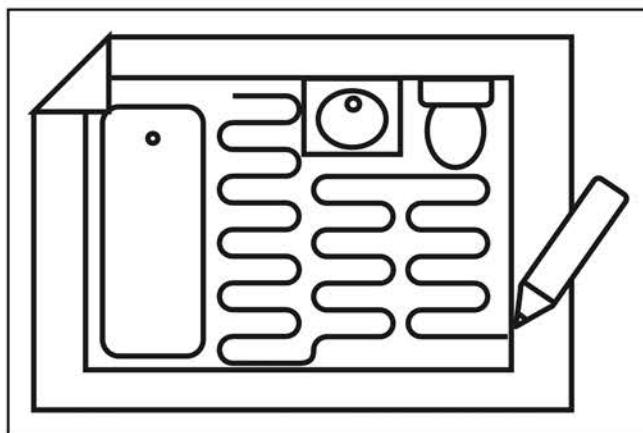

Рис. 2 – Составление плана укладки
3. Сделать план раскладки матта, заполнив бланк схемы монтажа (рис. 2). Расстояние между нагревательным матом и стеной должно быть не менее 10 см. Расстояние между нагревательными приборами и матом должно быть не менее 30 см.